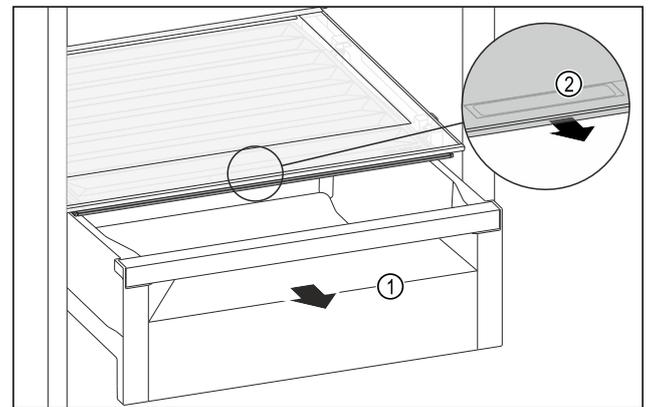

Fig. 108
- ▶ Extraer el compartimento Fig. 108 (1).
- ▶ Agarrar el tirador empotrado Fig. 108 (2) en la tapa del compartimento y tirar de la tapa del compartimento hacia delante al mismo tiempo.